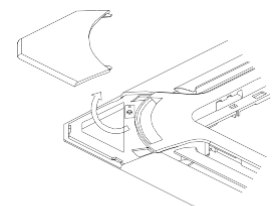

Fig.1-9
- Lösen Sie die Schrauben, lockern das Seil der Installationsabdeckung und entfernen diese. (siehe Abb.1-9)